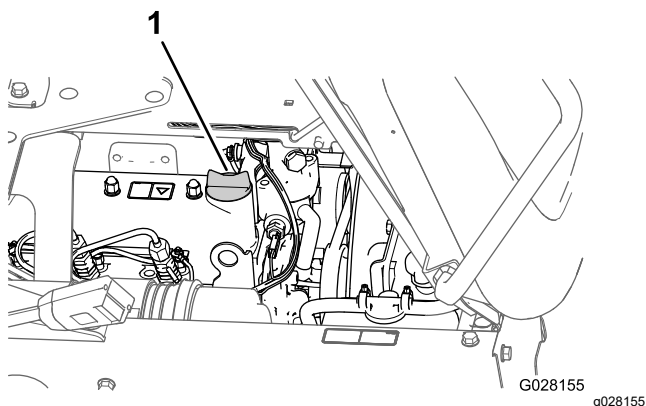

Рисунок 75
3. Если уровень масла низкий, снимите крышку заливной горловины с крышки клапана и залейте масло в заливную горловину до уровня отметки «Полный» на масломерном щупе (Рисунок 75).